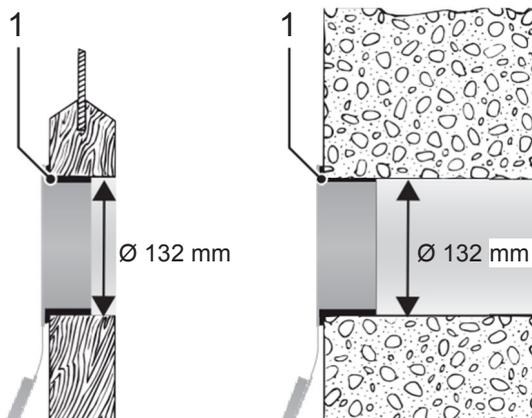

Bild 10: Die Wanddurchführung kann in einer Holztür (links) oder in einer Kernbohrung installiert werden.
- Lassen Sie die Kernbohrung von einem Handwerker mit einer Bohrkronen, 132 mm, bohren (siehe Bild 10).